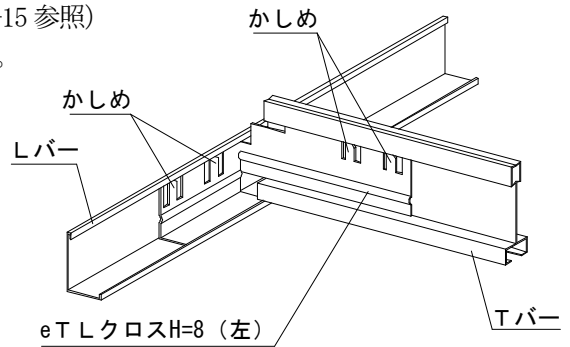

図2-15 TバーとLバーの接続
⑤ 壁際のTバーと廻り縁eLバーを接続します。(図2-15 参照)